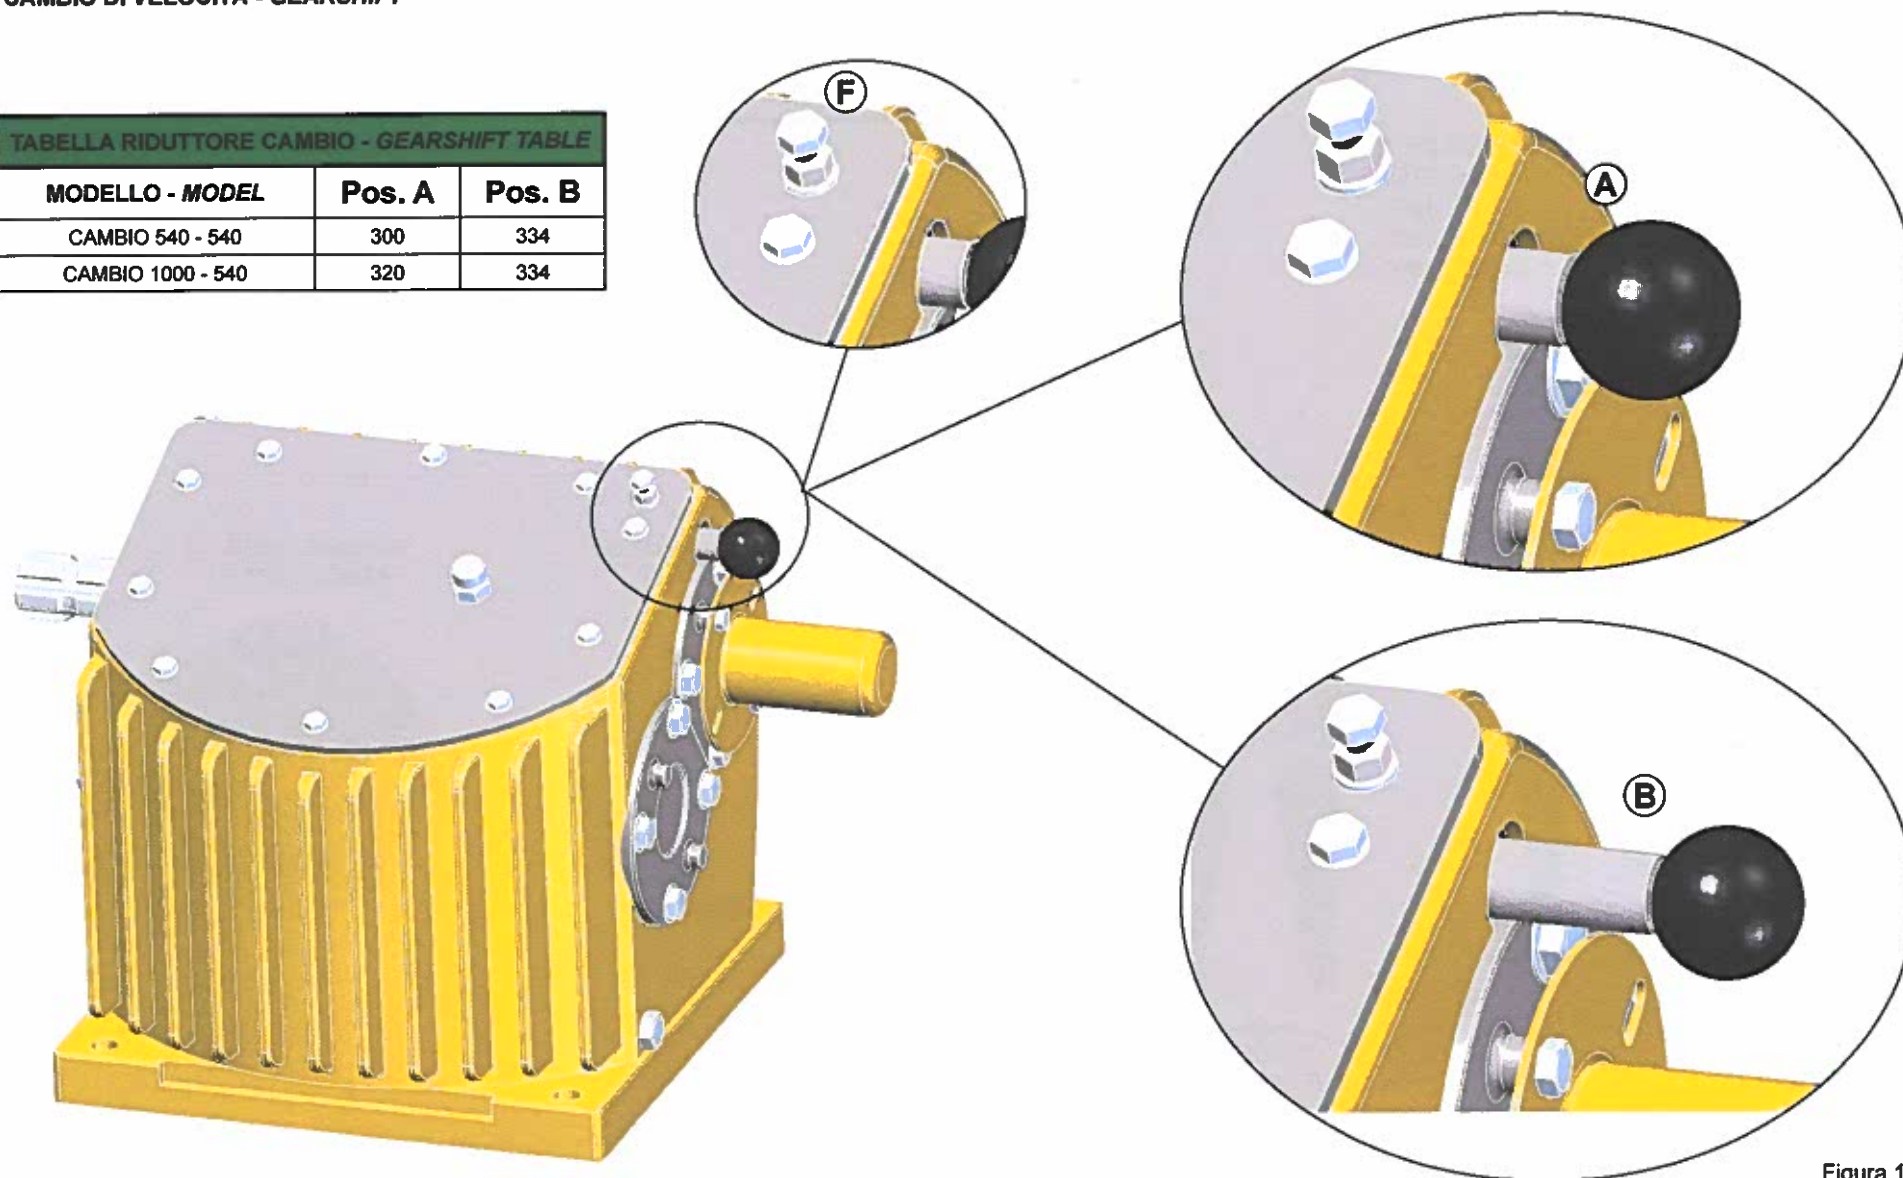

Figura 135
- 2) Svitare il fermo della leva F (figura 135) e muovere la leva in posizione A o B a seconda della velocità desiderata. (Tabella Pag.109) Per ottenere l'ideale sminuzzamento del terreno è necessario considerare due fattori: